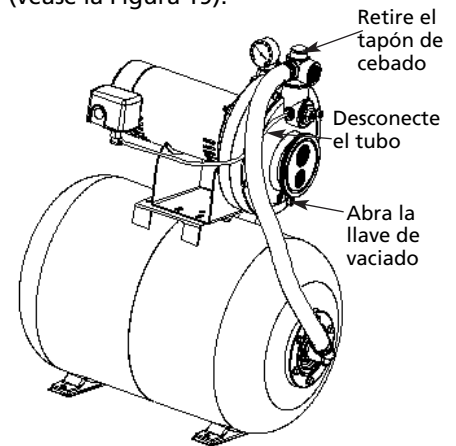

Figura 19 – Preparación para el Invierno
1. Abra la llave de vaciado en el cuerpo de la bomba y desconecte el tubo del presostato en el cuerpo de la bomba (véase la Figura 19).